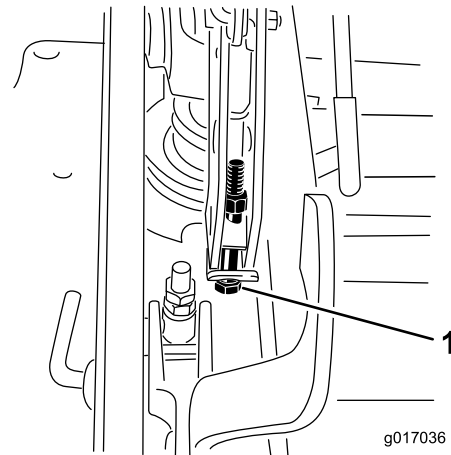

Bild 89
13. Wenn das Mähwerk zu niedrig ist, drehen Sie die zentrale Einstellschraube nach rechts, um sie anzuziehen. Wenn das Mähwerk zu hoch ist, drehen Sie die zentrale Einstellschraube nach links, um sie zu lösen (Bild 89).